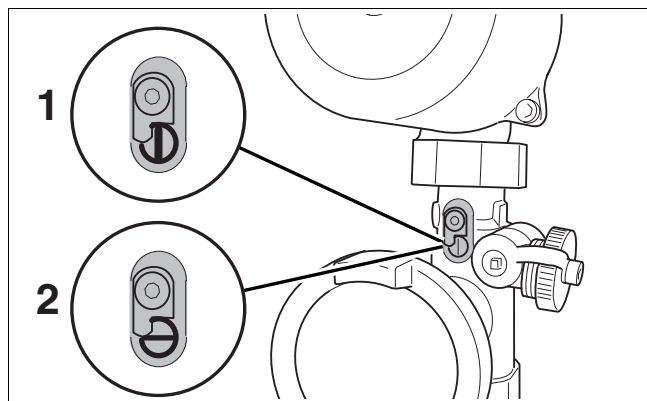

Fig. 100 Kontraventil
- Åbn kontraventilen til tilslutningsgruppen med en ¼ omdrejning (fig. 100, **pos. 1**).
- Luk kontraventilen igen, efter at varmeanlægget er tømt helt (fig. 100, **pos. 2**).